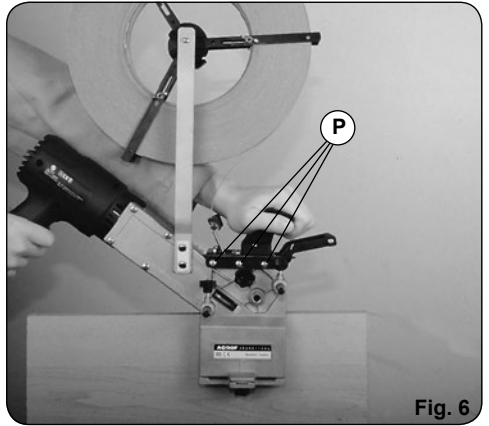
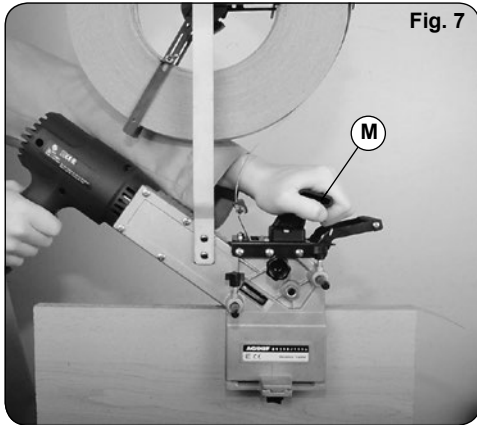

Fig. 6
Fig. 7
1. Situar el aparato al principio del tablero, asegurándose que la cinta preencolada sobrepasa al menos 1 cm del extremo del mismo; (Fig. 6).
3. Presionar la cinta preencolada contra el tablero, actuando sobre el pomo M, (Fig. 7), y desplazar la máquina a lo largo del mismo; (Fig. 6 y 7).
Retirar el tornillo N, (Fig. 4), que sujeta el cuerpo portacuchillas sobre el rodillo encolador y dándole la vuelta a la máquina, soltar los tres tornillos P, (Fig. 6), que lo mantienen solidario con el lado fijo.